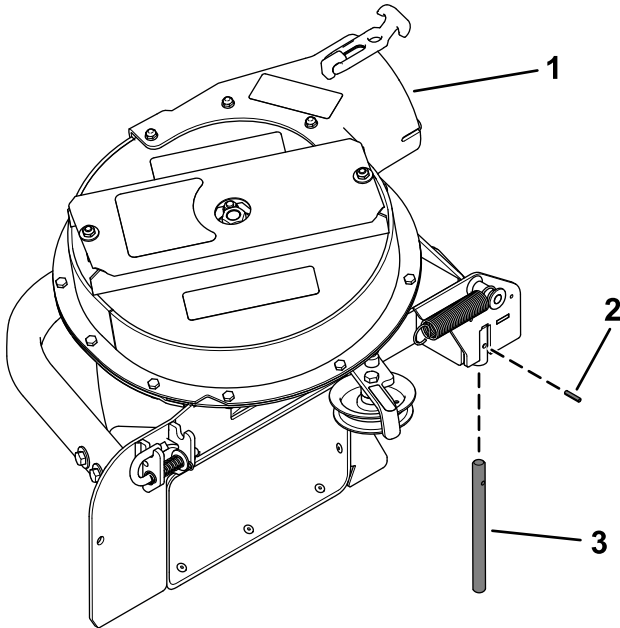

Bild 25
Stellen Sie sicher, dass der Lagerbolzen am Gebläse an der richtigen Stelle ist (Bild 25 oder Bild 26).
- Wenn Sie ein **122-cm- oder 132-cm-Mähwerk** haben, gibt es nur ein einziges Loch für die Installation des Lagerbolzens (Bild 25).